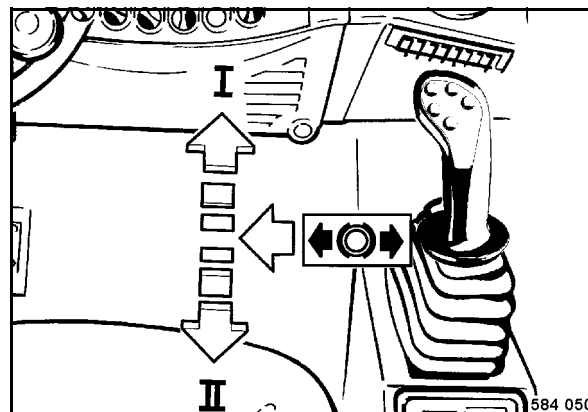

Fig. 76
- La palanca de marcha (Fig. 76) se debe desplazar por completo en posición „I“.